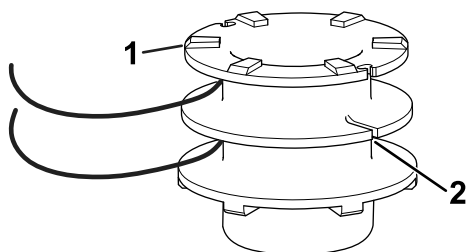

Figure 16
4. Insérez le fil dans le trou d'ancrage en haut de la bobine (Figure 16). Enroulez le fil sur la bobine dans la direction indiquée par les flèches sur la bobine.